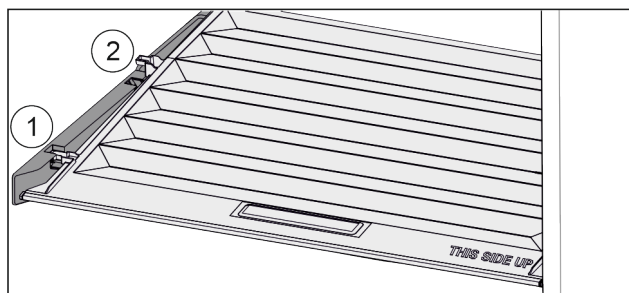

Fig. 78
- ▶ Vytáhněte víko dopředu až k otvoru v přídržných dílech Fig. 78 (1).
- ▶ Vzadu zespolu nadzvedněte a vyjměte směrem nahoru Fig. 78 (2).